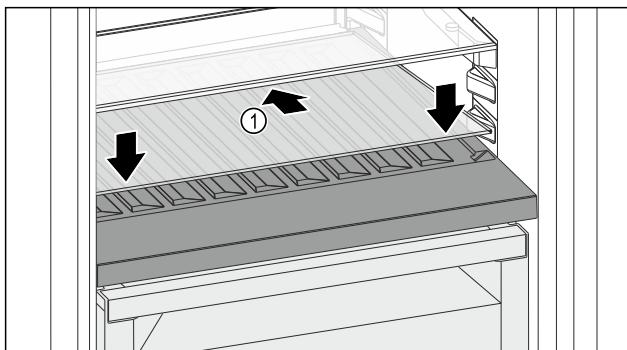

Fig. 151
- Glasplatte Fig. 151 (1) schräg und nach hinten unten geneigt ansetzen.
- Glasplatte Fig. 151 (1) vorne absenken.